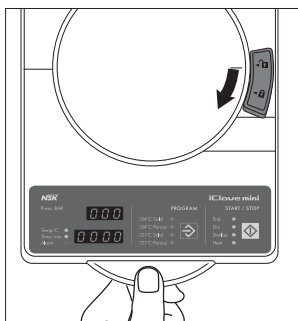

図 16
- 4) ドアハンドルノブを手前に引き "🔒" の位置にします。(図 16)